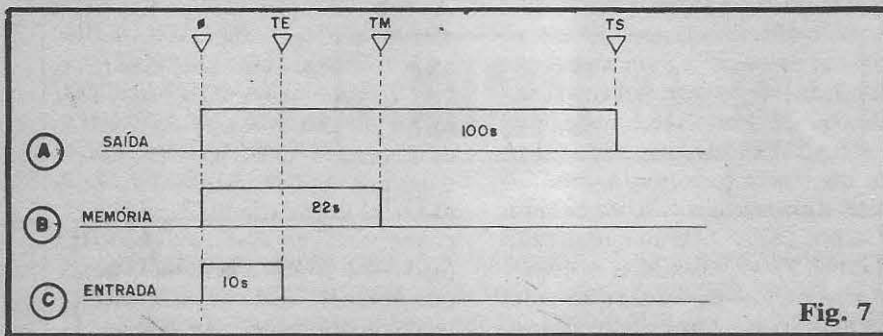

Fig. 7
- FIG. 7 - Diagrama de temporizações da MACARE/MOMELT. Para entender perfeitamente **como** o conjunto passa a funcionar, é bom relembrar, através de um simples gráfico, o "casamento" da diversas temporizações envolvidas... A função do MOMELT no conjunto é "simular", eletronicamente, uma "abertura da porta" controlada pelo LTM, durante cerca de **22 a 25 segundos** (ver gráfico 7-B) mesmo que, na realidade a tal porta tenha sido **imediatamente** fechada, após a violação! Observem que, sendo o tempo de memorização (TM) **maior** do que o tempo de "carência" para a Entrada (TE), originalmente de 10 segundos, para todos os efeitos, a MACARE "reconhecerá" a violação do LTM (após 22 a 25 segundos), ainda que alguém "mais esperto" abra e feche imediatamente a porta controlada! Acontece, porém, que para não invalidar a facilitação pro-